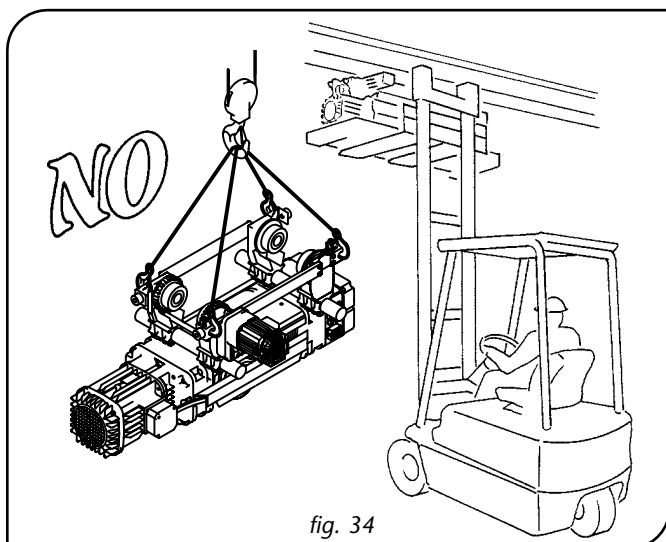

fig. 34
*L'installazione sulla trave in quota del gruppo paranco/carrello posizionato su pallet deve essere realizzata **ESCLUSIVAMENTE** tramite operazione di **ELEVAZIONE** con l'ausilio di carrello elevatore, oppure di piattaforma elevabile o di altri mezzi idonei allo scopo e **MAI** **TRAMITE** **SOLLEVAMENTO**, in quanto le imbracature renderebbero difficile e/o pericoloso il montaggio sulla trave (fig. 34).*